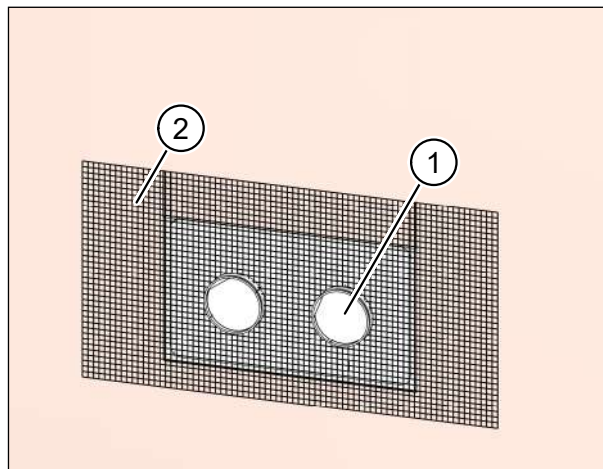
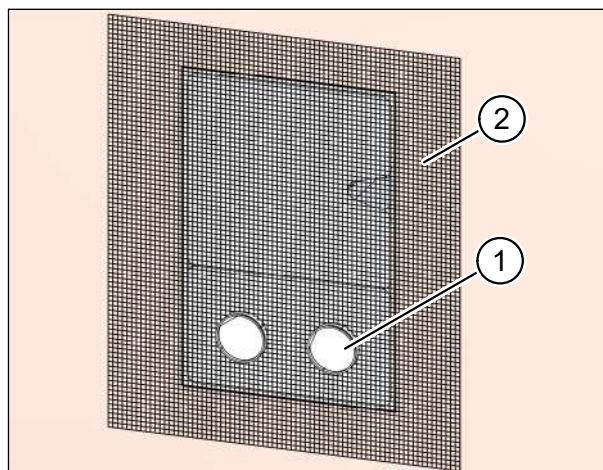

Fig. 66: Intonacatura del set di montaggio **senza** elemento di riempimento
Fig. 67: Intonacatura del set di montaggio **con** elemento di riempimento
- ▶ Inserire le guaine di protezione dell'intonaco (pos. 1 nella Fig. 66 e Fig. 67). Devono sporgere dalla parete esterna in modo da essere a livello con la successiva intonacatura. Le guaine di protezione dell'intonaco costituiscono la superficie d'intonacatura per l'intonaco esterno.
- ▶ Applicare la rete porta intonaco (pos. 2 nella Fig. 66 e Fig. 67) alla cassetta a muro esternamente, alla parete esterna o all'isolamento della facciata.